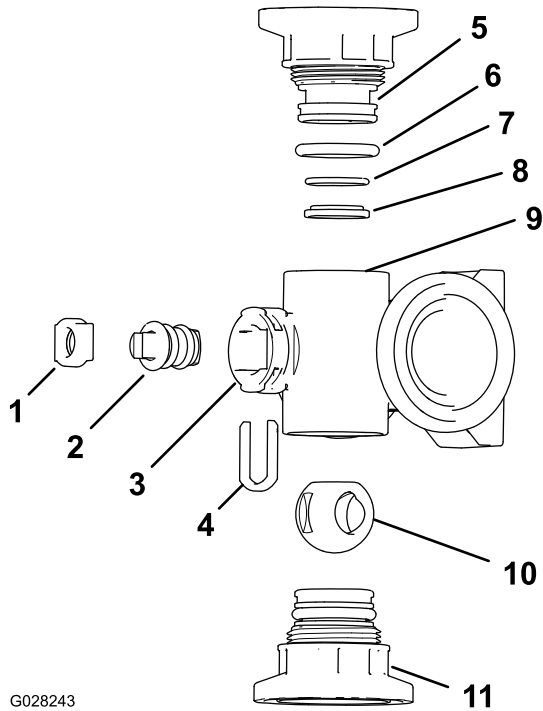
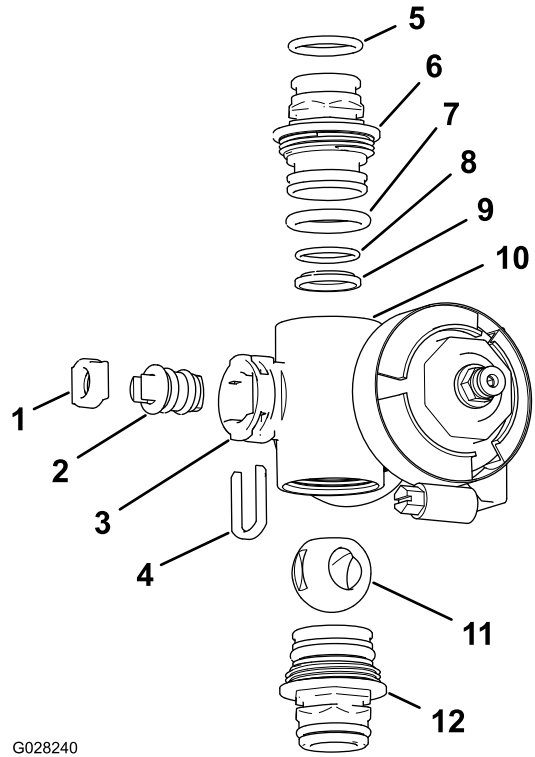

Figure 110
Figure 111
2. Déposez les 2 raccords d'embout à chaque extrémité du collecteur (Figure 110 et Figure 111).
4. Retirez l'étrier de fixation de tige situé dans les fentes de l'orifice de tige du collecteur (Figure 110 et Figure 111).
5. Déposez du collecteur le dispositif de retenue de la tige et le siège de la tige (Figure 110 et Figure 111).
6. En passant par le corps du collecteur, déposez la tige de valve (Figure 110 et Figure 111).
1. Vérifiez l'état et l'usure des joints toriques de raccord de sortie (**collecteur de vanne de section seulement**), joints toriques d'embout, joints toriques de portée arrière et siège de bille (Figure 110 et Figure 111).
2. Appliquez de la graisse sur la tige et insérez cette dernière dans son siège (Figure 110 et Figure 111).
3. Placez la tige et le siège de valve dans le collecteur et fixez-les à l'aide de l'étrier de fixation (Figure 110 et Figure 111).
4. Vérifiez que le joint torique de portée arrière et le siège de bille sont alignés et bien engagés dans le raccord d'embout (Figure 110 et Figure 111).
5. Montez le raccord d'embout sur le corps du collecteur jusqu'à ce que la bride du raccord touche le corps du collecteur, puis tournez encore le raccord d'embout de 1/8 à 1/4 de tour (Figure 110 et Figure 111).